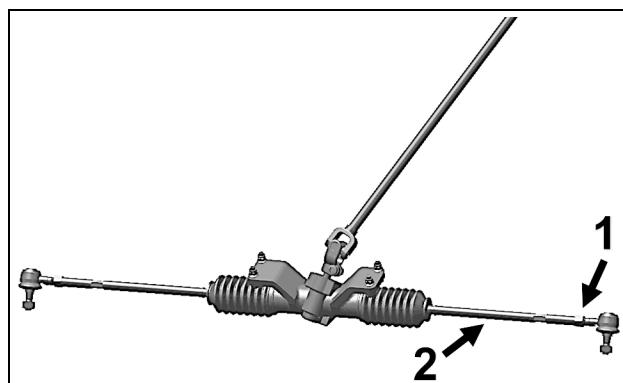

Figure 22
Pour effectuer l'ajustement sur le VCC, premièrement débloquer l'écrou (1) de chaque tige d'accouplement (2) de la direction, visser ou dévisser ensuite la tige d'accouplement (2) d'un nombre de tours égal des deux côtés du véhicule. Voir la Figure 22.
**ATTENTION :** Lors du déblocage de l'écrou (1) de chaque tige d'accouplement (2) de la direction, certains écrous ont des filets inversés, assurez-vous de déblocage l'écrou dans le bon sens.